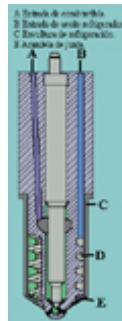

Fig. 40
- Inyector refrigerado por aceite (**fig. 40**)